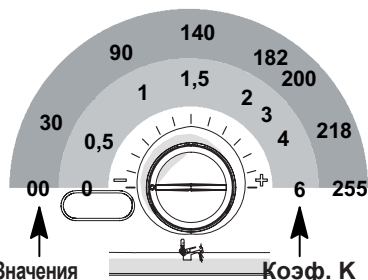

Рисунок 5.66
- Установите значение, поворачивая ручку, см. Рисунок 5.66, с минимального значения **30** (параметр **P15** чередуется **30**).